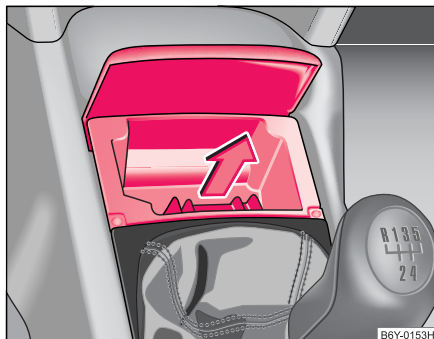

Fig. 65 Console centrale: Cendrier avant
- Rabattre le couvercle du cendrier et sortir la boîte de celui-ci en tirant vers le haut dans le sens de la flèche ⇒ fig. 65.